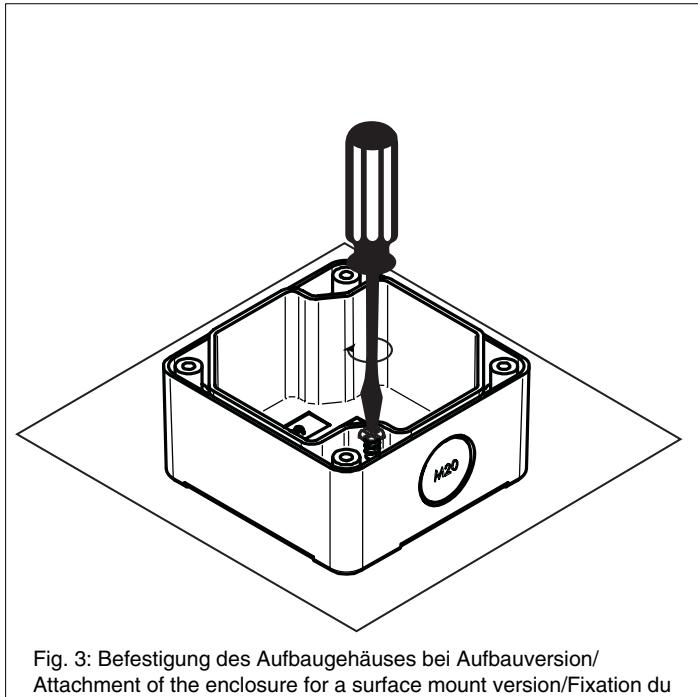

Fig. 3: Befestigung des Aufbaugehäuses bei Aufbauversion/
- Unterteil des Aufbaugehäuses mit zwei Schrauben befestigen (siehe Fig. 3)
- Secure the lower part of the enclosure with two screws (see Fig. 3)
- Fixer la partie inférieure du boîtier de montage au moyen de deux vis (voir Fig. 3)